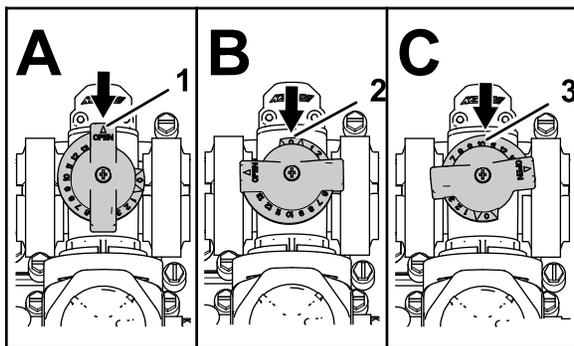

Figura 31
- A válvula de derivação da agitação está na posição Fechada, como se mostra na Figura 31 A.